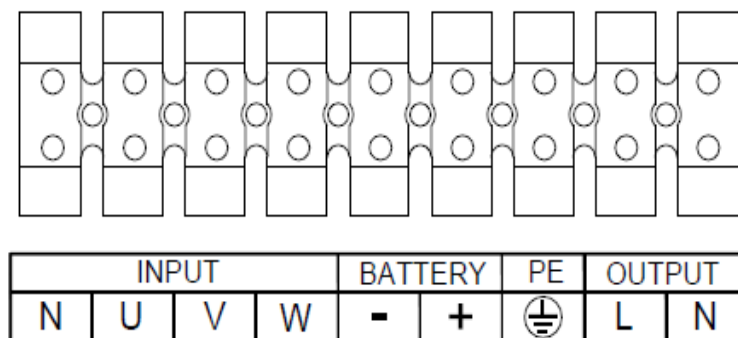

Рис. 4.8-1 Клеммная колодка ИБП Monolith K 20000LT, где:
4.8.1 Подключение силовых проводов Подключить силовые провода к клеммной колодке ИБП в соответствии с рис. 4.8-1.